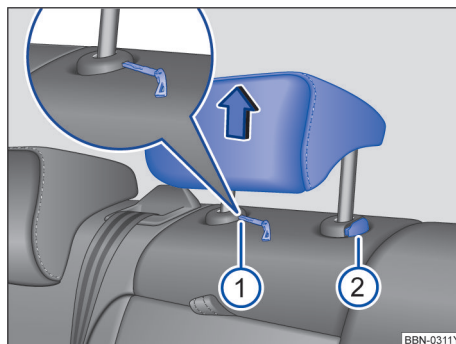

图 77 拆卸和安装后排头枕
- 将打开的汽车钥匙头插入护套的槽内→图 77 ①。
- 同时按压按钮→图 77②，另一人将头枕完全拔出。
- 按住按钮→图 77②向下移动头枕。